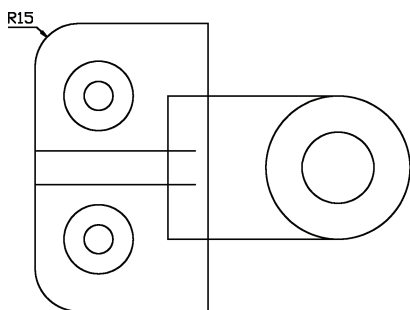

图 3-53 倒圆角
19) 执行“圆角”命令 (amfillet2d), 对图示位置倒 R15 的圆角, 如图 3-53所示。